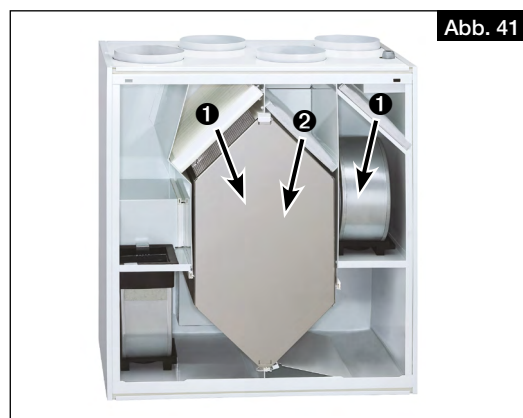

Abb. 41
2. Außen- **①** und Abluftfilter **②** nach vorne herausziehen und diese wechseln (s. Abb. 41).